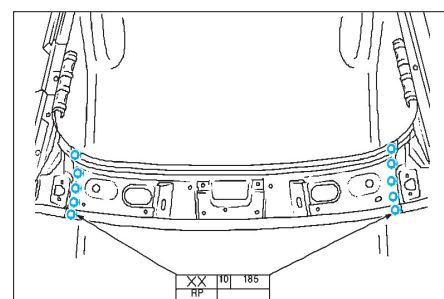

FIG. 161
- Souder la traverse (fig. 161).